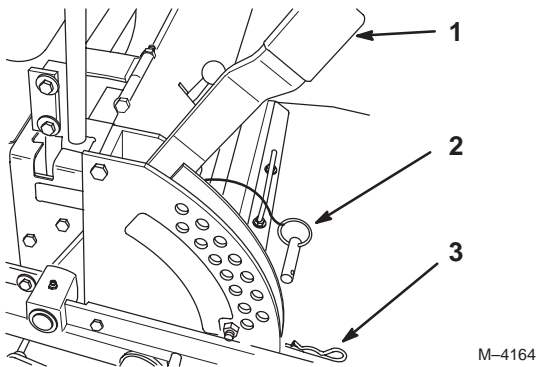

Figure 21
1. Relevez le levier de sélection de hauteur de coupe en position de transport (qui correspond aussi à la hauteur de coupe de 127 mm [5"]) (Fig. 21).
2. Pour changer de hauteur de coupe, retirez la goupille fendue et l'axe de chape du support de hauteur de coupe (Fig. 21).
3. Placez l'axe de chape dans le trou du support correspondant à la hauteur de coupe voulue (Fig. 21).
4. Fixez l'axe de chape avec la goupille fendue (Fig. 21).